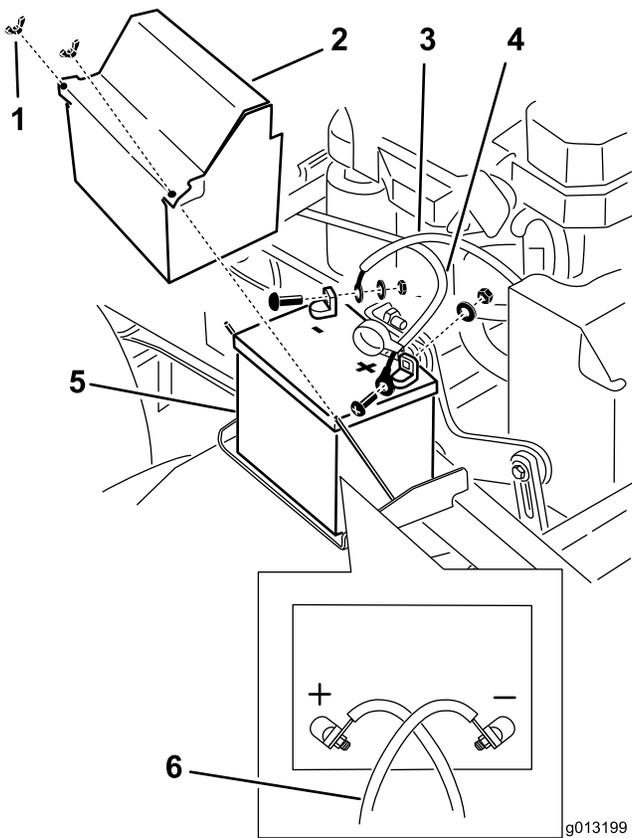

Figure 51
3. Débranchez le câble négatif de la batterie de la borne négative (-) de la batterie (Figure 51).
4. Enlevez le capuchon rouge de la borne positive (rouge) de la batterie. Débranchez ensuite le câble positif (rouge) de la batterie (Figure 51).
5. Déposez la plaque de maintien de la batterie (Figure 51) et enlevez la batterie.
1. Placez la batterie sur la machine (Figure 51).
3. Commencez par relier le câble positif (rouge) à la borne positive (+) de la batterie avec un écrou, une rondelle et un boulon (Figure 51). Glissez le capuchon de caoutchouc sur la borne de la batterie.
4. Reliez ensuite le câble négatif et le câble de masse à la borne négative (-) de la batterie avec un écrou, une rondelle et un boulon (Figure 51).
Remarque: Les câbles de la batterie se croisent lorsqu'ils sont installés correctement (Figure 51).